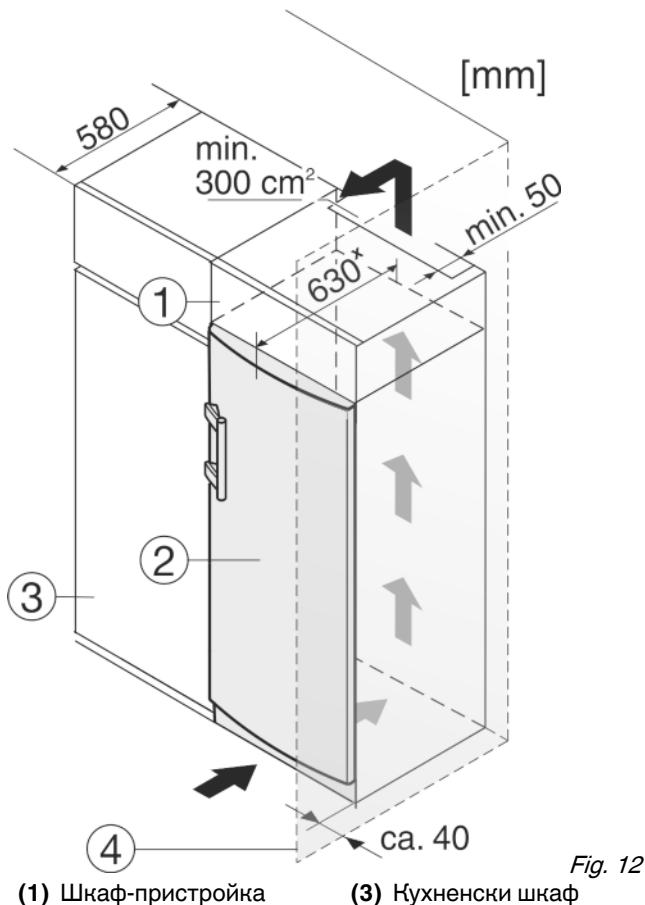

Fig. 12
Уредът може да е обграден с кухненски шкафове. За да изравните височината на уреда Fig. 12 (2) с височината на вградената кухня, над уреда може да се постави шкаф-пристройка Fig. 12 (1).
При вграждане с кухненски шкафове (дълбочина макс. 580 mm), уредът може да се постави директно до кухненския шкаф Fig. 12 (3). Отстрани уредът е издаден на 34 mm x, а в средата на уреда - на 50 mm x спрямо предната страна на кухненския шкаф.
Когато уредът се постави с шарнири близо до стена Fig. 12 (4), разстоянието между уреда и стената трябва да бъде поне 40 mm. Това е разстоянието, на което дръжките излизат напред при отворена врата.